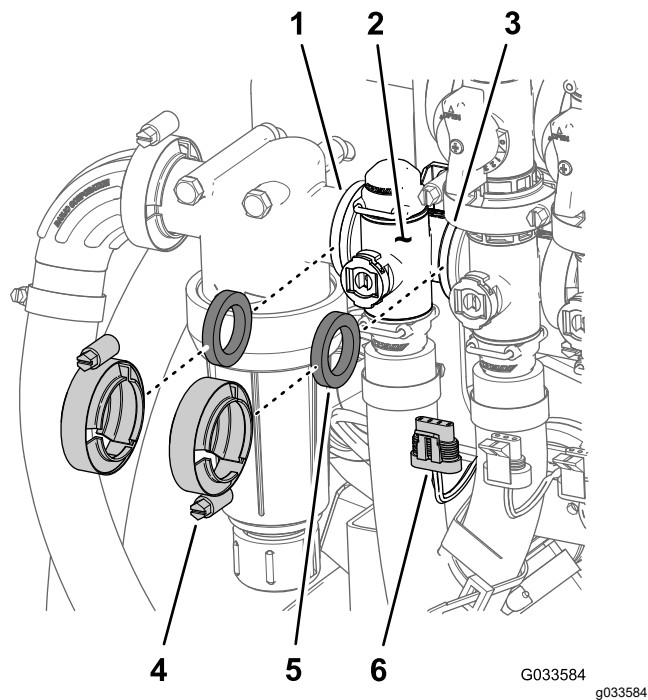

图 113
1. 卸下将喷洒率控制阀图 113 的歧管固定到压力过滤器和搅拌阀的 2 个法兰夹具和 2 个垫片。